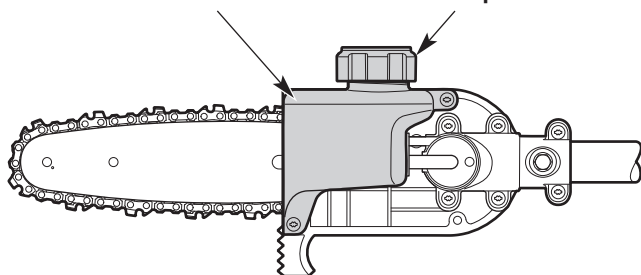

Fig. 10
1. **Coloque la unidad sobre una superficie plana y nivelada. Coloque la unidad con la tapa de aceite de la cadena mirando hacia arriba (Fig. 10).**
2. Asegúrese de que el depósito de aceite de la cadena esté lleno hasta la mitad como mínimo (Fig. 10). Si el nivel de aceite es demasiado bajo, agregue aceite para la barra y la cadena. Consulte *Llenado del depósito de aceite de la cadena*.
3. Desenrosque la tapa de aceite de la cadena (Fig. 10).